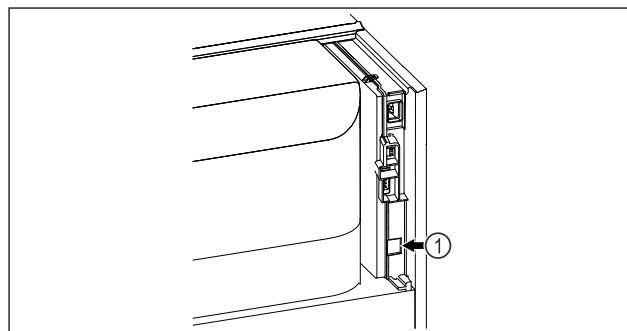

Fig. 90
- ☐ SmartModule Fig. 90 (1) er indsat.